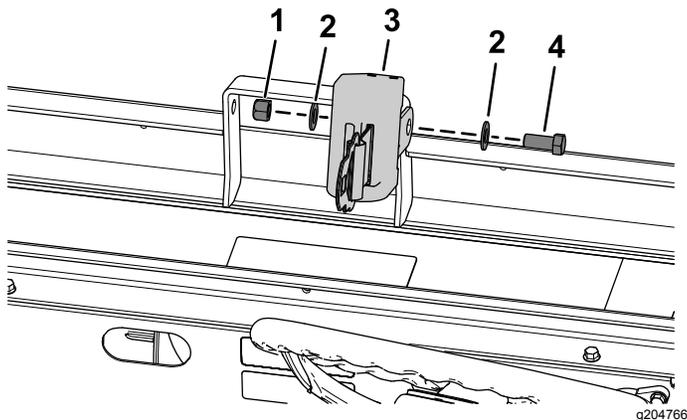

Figure 21
4. Fixez une ceinture de sécurité à l'aide d'un boulon à tête hexagonale (7/16" x 1"), de 2 rondelles plates (7/16") et d'un contre-écrou (7/16"), comme montré à la Figure 21.